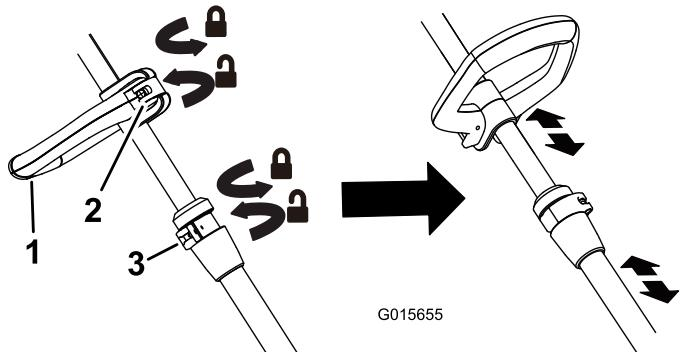

Figure 5
- Pour régler la hauteur de la débroussailleuse, ouvrez le verrou de réglage, puis faites coulisser l'arbre de haut en bas à la hauteur voulue avant de le fixer en position avec le verrou (Figure 5).
- Pour régler la hauteur de la poignée, soulevez le verrou de la poignée auxiliaire, déplacez la poignée en haut ou en bas à la hauteur voulue, puis fixez-la en place en refermant le verrou (Figure 5).